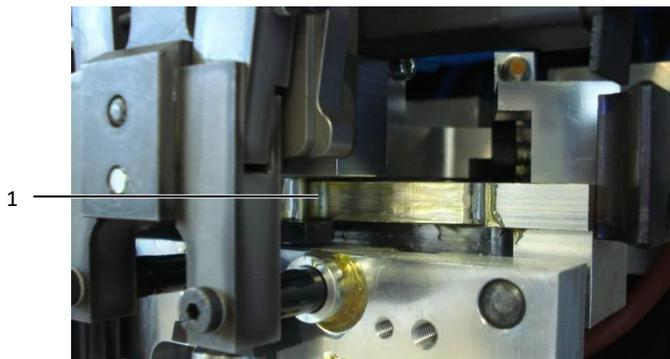

Imagen 27: Carro de herramientas
- Lubrique las superficies de contacto (imagen 27, pos. 1).